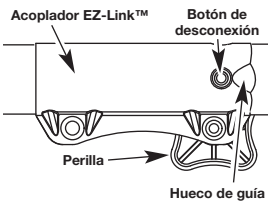

Fig. 8
NOTA: La alineación del botón de desconexión con el hueco de guía facilitará la instalación (Fig. 8).
- Gire la perilla en sentido antihorario para aflojarla (Fig. 8).
- Oprima y sostenga el botón de desconexión (Fig. 8).